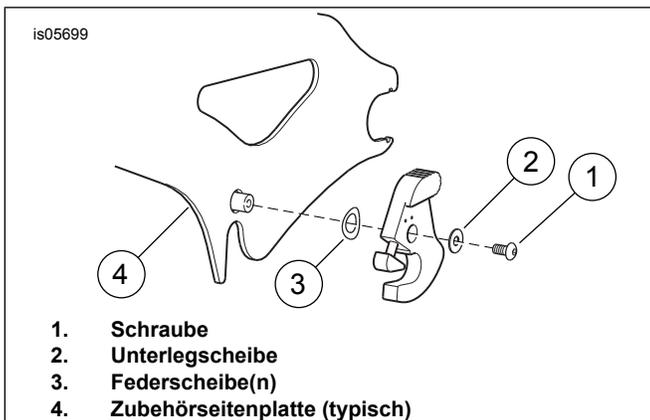

Abbildung 2. Entfernen der Verriegelung (Einbau außen rechts abgebildet)
2. Siehe Abbildung 2 >. Die Schraube (1) und die Unterlegscheibe (2) von der Verriegelung, die ausgetauscht wird, entfernen. Die Schraube und die Unterlegscheibe für den Einbau aufbewahren.